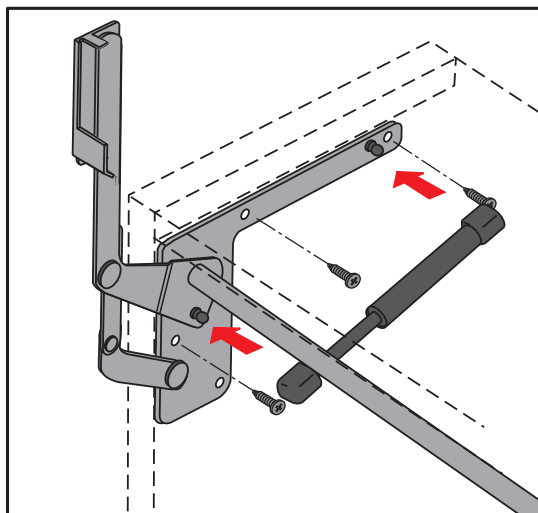

Fig.2
- placez le bras de support du vitre (voir la figure 2),
- marquez sur les deux côtés le placement de trois vis de montage du support du vitre (voir la figure 2),
- retirez le support de la niche du meuble et percez les trous dans les points indiqués préalablement qui facilitent le montage des vis 3,9 x 13 (3 pièces) – remettez le support dans la niche et fixez-le à l'aide de trois vis 3,9 x 13 (voir la figure 2),